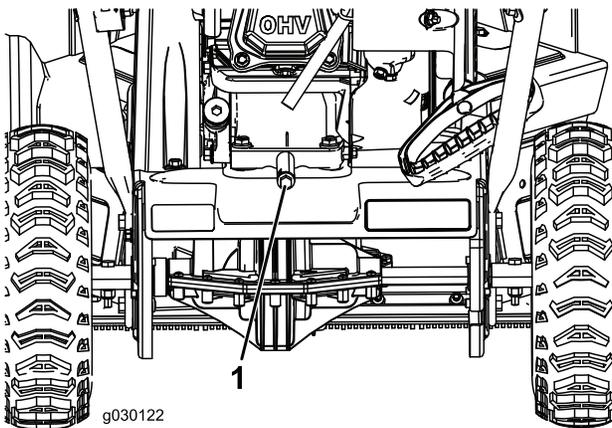

Figura 19
2. Posizionate una bacinella per la raccolta dell'olio sotto il tappo di spurgo dell'olio, togliete il tappo di spurgo e inclinate indietro la macchina per fare defluire l'olio usato nella bacinella (Figura 19).